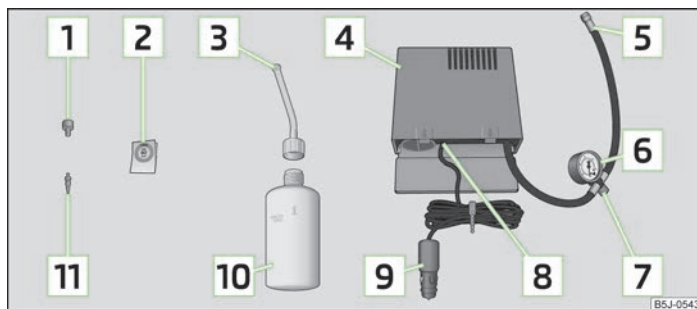

Fig. 137 Componentes del kit de averías
- Pegar la etiqueta adhesiva **[2]** » **fig. 137** de la página 166 sobre el cuadro de mandos en el campo visual del conductor.
- Agitar la botella de inflado de neumáticos **[10]** » **fig. 137** de la página 166 fuertemente varias veces.
- Enroscar el tubo flexible **[5]** » **fig. 137** de la página 166 del compresor de aire fijamente en la válvula del neumático.